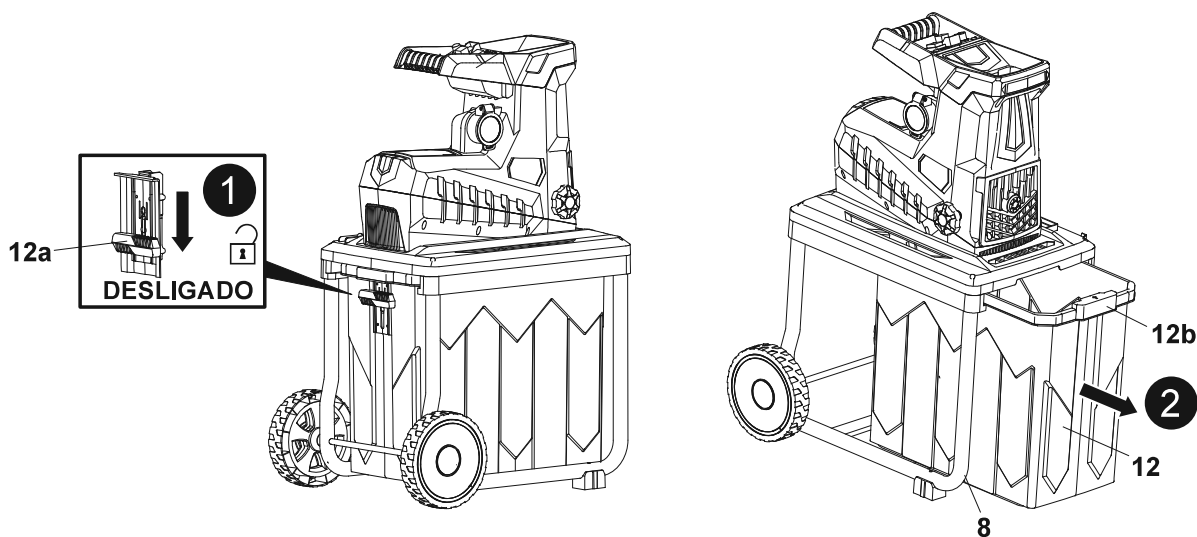

Fig. 9
1. Utilize sempre a máquina com a caixa de recolha (12) colocada.
2. Inspeccione a caixa de recolha (12) antes de cada utilização. Não a utilize se detetar quaisquer danos.
3. Esvazie com frequência durante a utilização. Não espere até que a caixa de recolha (12) fique completamente cheia. Recomendamos o esvaziamento quando estiver meio cheio.
**AVISO!** Não espere até que a caixa de recolha (12) fique completamente cheia para a esvaziar! Lembre-se de que a caixa de recolha (12) enche de forma irregular sob a conduta de descarga (6).
5. Pressione o interruptor de bloqueio (12a) completamente para a baixo para a posição "OFF" (Fig. 9, passo 1), segure a pega com reentrância (12b) e puxe cuidadosamente a caixa de recolha (12) para fora da estrutura (8) (Fig. 9, passo 2).